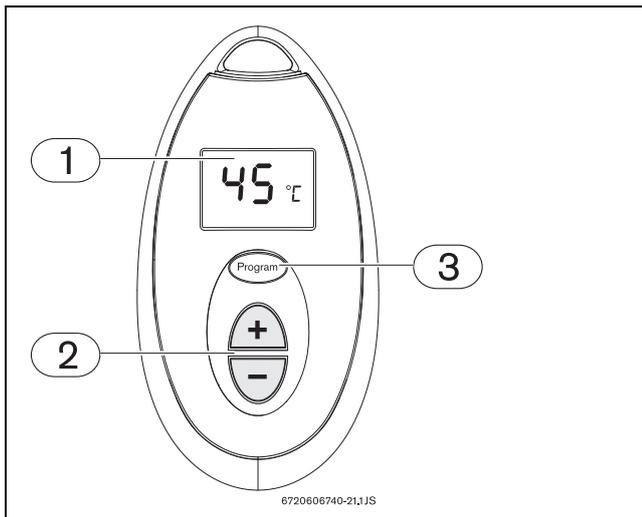

Fig. 23 Guardar en memoria la temperatura del agua
- ▶ (Fig. 23, pos. 2) hasta que figure la temperatura deseada en la pantalla del mando a distancia (Fig. 12, pos. 1).
- ▶ Usted podrá guardar en la memoria esta temperatura presionando la tecla Programar del mando a distancia.(Fig. 23, pos. 3) durante 3 segundos.